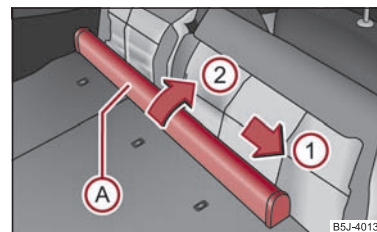

Fig. 67 Scaunele din spate: Carcasa peretelui despărțitor
- Împingeți carcasa peretelui despărțitor (A) ⇒ fig. 67 în sensul săgeții ① și scoateți-o din locașul din spătarul scaunului din dreapta în sensul săgeții ②.